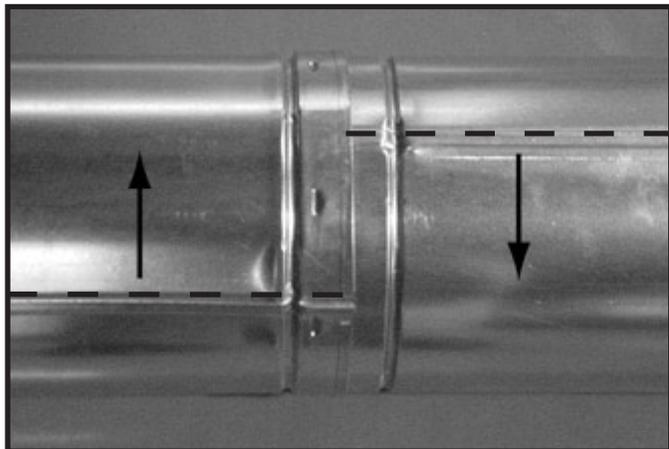
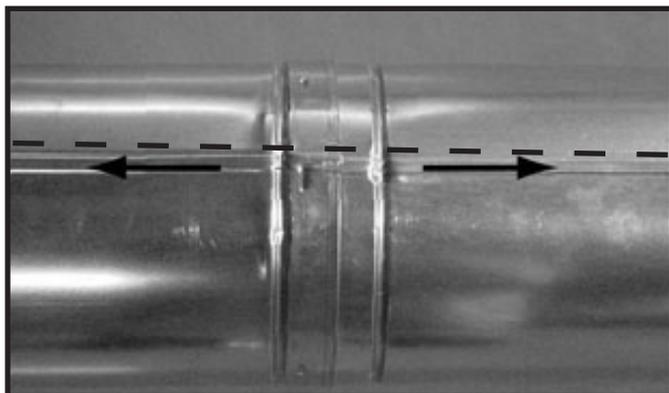

Figure 7.9 Pivoter les joints pour le démontage
Figure 7.10 Aligner et démonter les sections de conduit
- Pivotez l'une des sections (figure 7.9) de façon à ce que les joints des deux sections des conduits soient alignés, comme indiqué sur la figure 7.10.